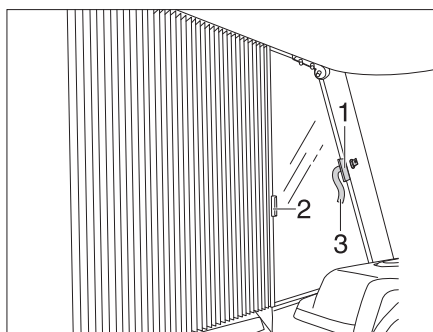

Fig. 87 Estor plegable de la ventana del conductor y la ventana del acompañante
- Abrir el cierre de velcro de cada lado de los lazos de seguridad (Fig. 87,3).
- Sujetar el estor plegable de los tiradores (Fig. 87,1 y 2) de manera consecutiva y empujarlos cuidadosamente, hasta que el cierre magnético mantenga cerrado el estor plegable.
- Regresar cuidadosamente los estores plegables con los tiradores (Fig. 87,1 y 2).
- Asegurar el estor plegable con el cierre de velcro del lazo de seguridad (Fig. 87,3).